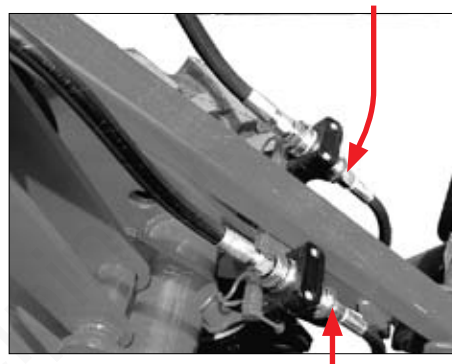

Fig. 53
3. Sæt hurtigkoblingerne på arbejdsværktøjet ind i de tilhørende tilslutninger på den ekstra hydraulik på løftekonstruktionen (Fig. 53).